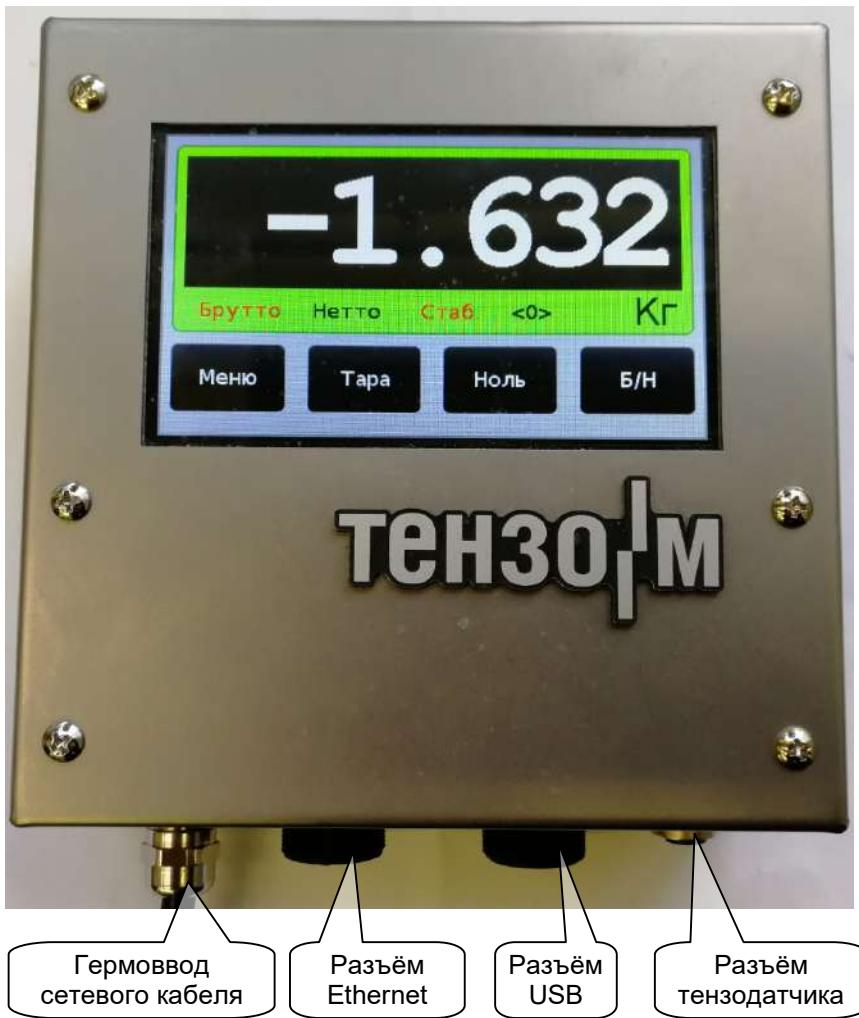

Рис. 4.1. Внешний вид Преобразователя спереди.
На рис. 4.1 изображён вид Преобразователя спереди.
5.1. Подключить датчик весоизмерительный тензорезисторный к соответствующему разъёму Преобразователя (см. рис. 4.1 на стр. 5). Назначение и расположение контактов разъёма для подключения тензодатчика приведено в разделе 17.1 на стр. 26.
5.2. Если требуется, подключите кабели интерфейса USB и/или Ethernet к соответствующим разъёмам Преобразователя (см. рис. 4.1 на стр. 5).